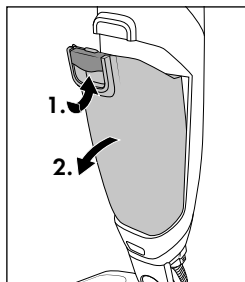

Fig. 13
- ◆ Desserrez le levier de déverrouillage **9** et sortez en même temps le bac à poussière **10** en avant (voir fig. 13).